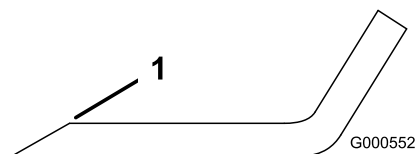
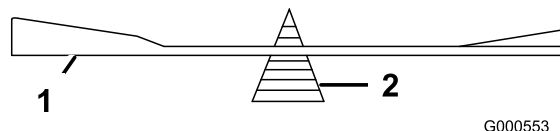

Bild 50
Bild 51
1. Schärfen Sie die Schnittkante an beiden Enden des Schnittmessers mit einer Feile (Bild 50). Behalten Sie den ursprünglichen Winkel bei. Das Schnittmesser behält seine Auswuchtung bei, wenn von beiden Schnittkanten die gleiche Materialmenge entfernt wird.
2. Überprüfen Sie die Auswuchtung des Schnittmessers auf einer Ausgleichsmaschine (Bild 51). Wenn das Schnittmesser in seiner horizontalen Position bleibt, ist es ausgewuchtet und kann wiederverwendet werden. Feilen Sie, wenn das Schnittmesser nicht ausgewuchtet ist, vom Flügelbereich des Messers etwas Metall ab (Bild 50). Wiederholen Sie diesen Vorgang, bis das Messer ausgewuchtet ist.